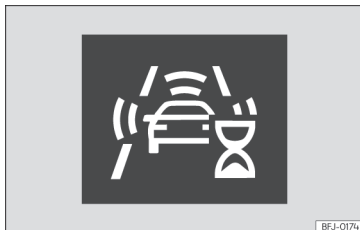

Fig. 214 Na pantalla do quadro de instrumentos: indicación da auto-calibración inicial do sistema.
- Durante os primeiros instantes de condución tras conectar o acendido, a causa da autocalibración inicial do sistema. Durante ese período, amósase unha icona de estado >>> **fig. 214**.